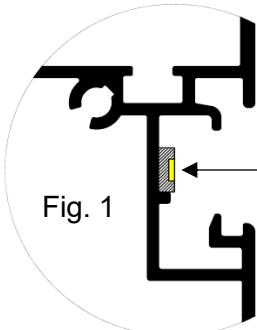

Fig. 1
03 – Insérer le moteur dans le manchon puis faire glisser l'équerre et venir l'insérer sur l'axe carré à l'arrière du moteur de façon à avoir les boutons du moteur orientés comme sur la fig. 1.
- 06 – Connecter le transformateur 24V au récepteur radio (fig. 1).
- 01 – Coller les bandeaux LED 1 et 2 sur les poutres dans les emplacements prévus à cet effet (Fig. 1).
- 05 – Connecter le transformateur 24V au récepteur radio (fig. 1).
Faire tourner le mécanisme à l'aide du moteur pour amener les méplats des axes en position verticale (fig. 1).
- 01 - Faire tourner le mécanisme avec le moteur pour amener les méplats des axes en position verticale (fig. 1).